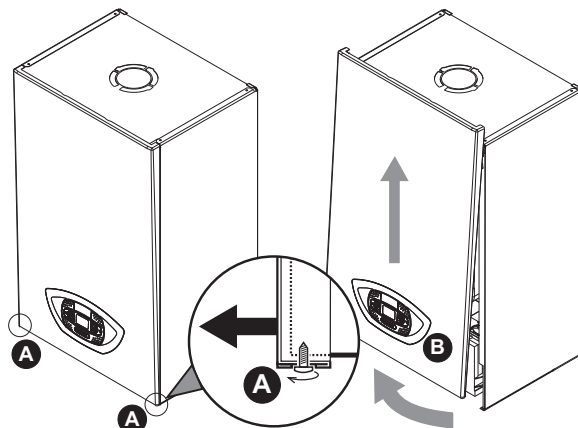

fig. 34 - Apertura pannello frontale
1. Svitare parzialmente le viti **A** (vedi fig. 34).